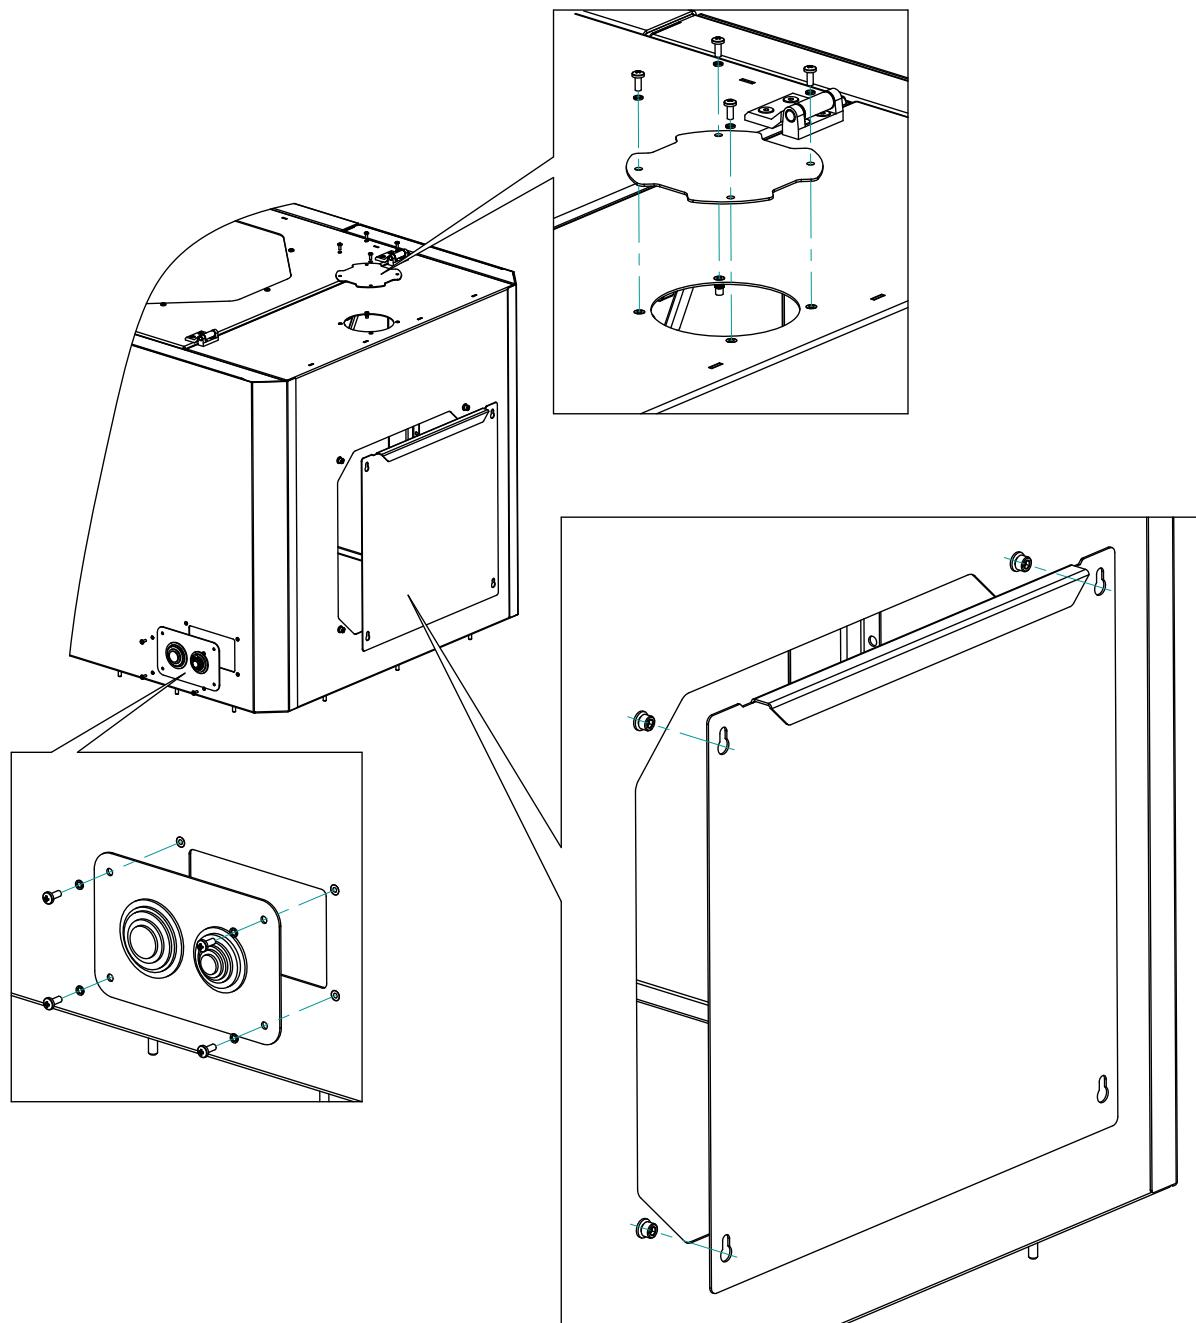

Рисунок 7 – Расположение заглушек.
Для удобного доступа к панели станка с разъемами а также облегчения удаления стружки на задней стенке предусмотрена дверца (рис. 7). Для герметичного вывода проводов в боковых стенках имеются две заглушки: одна глухая, одна с установленными сальниками, что позволяет выводить провода с любой из сторон.
- снять заднюю дверцу и заглушки (если требуется) (рис. 7).